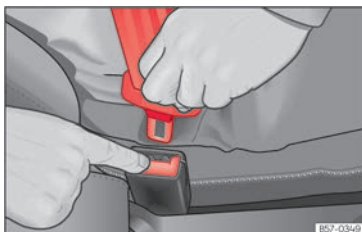

Abb. 23 Schlosszunge vom Gurtschloss lösen.
- Rote Taste im Gurtschloss drücken » » » (Abb. 23). Die Schlosszunge springt heraus.